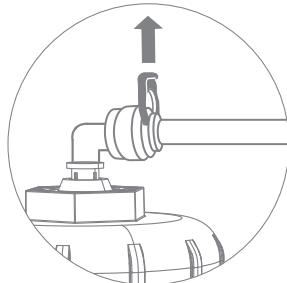

Рис. 26
3. Отсоедините стопорную клипсу, фиксирующую цангу (рис. 26). Отсоедините трубку, удерживая цангу прижатой к корпусу (см. раздел «Удаление заглушек и отсоединение трубок» (стр. 8)). При необходимости отсоедините все трубы от корпуса мембранны и извлеките его из корпуса фильтра.
4. Открутите крышку корпуса мембранны (рис. 26), извлеките отработанную мембранны (рис. 27).